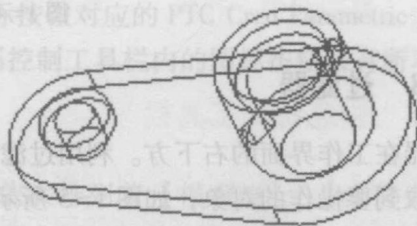

图 1-11 【线框】显示方式
(6) 【线框】显示方式：以线框形式显示，所有边线均为实线，如图 1-11 所示。